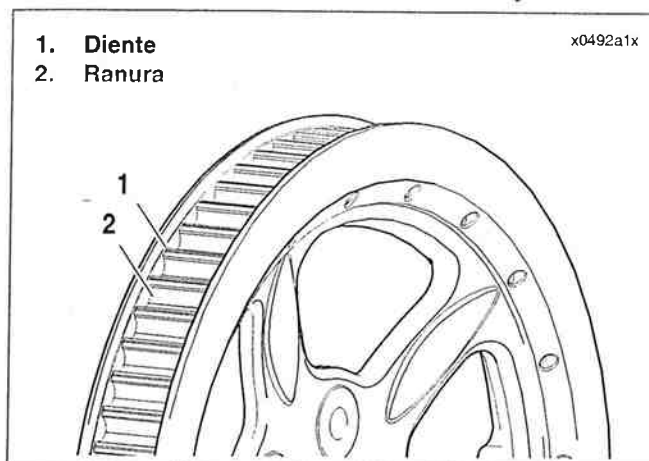

Figura 1-47. Rueda dentada trasera
1. Vea la Figura 1-47. Inspeccione cada diente de la rueda dentada trasera para detectar si presenta: